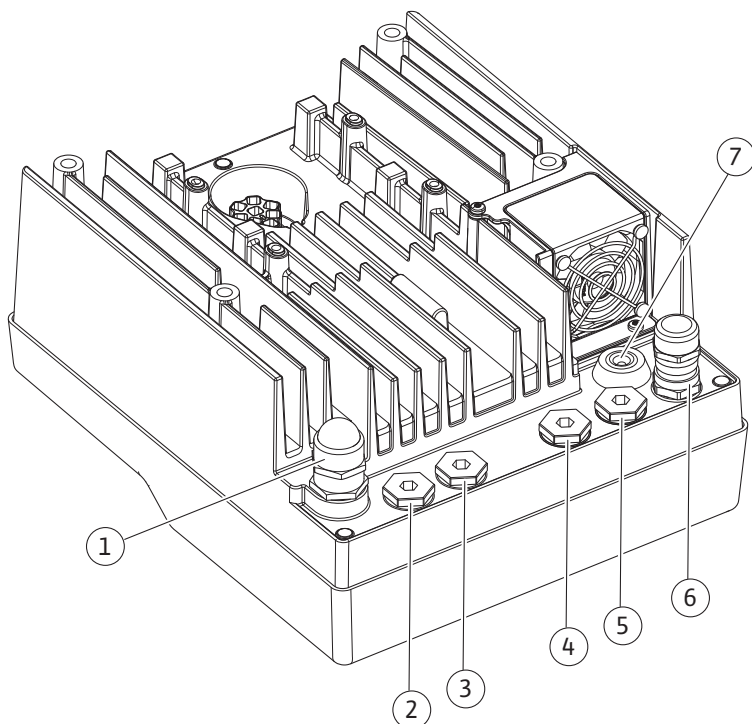

Fig. 10: Kaapeliläpiviennit/kaapeliliitännät
- CIF-moduuli kiinteistöautomaatioon (väyläkommunikointi): Suojaus yhdistetään kaapeliläpivientiin elektroniikkamoduulissa (Fig. 10).
4. Vie liitântäkaapeli kaapeliläpiviennin M25 (Fig. 10, pos. 1) läpi. Kiristä kaapelin holkkitiiviste annetuilla vääntömomenteilla.